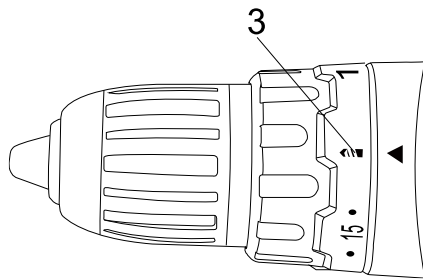

Рис. 5
Свердління позначене значком (3)  на обертовому кільці (Рис. 5).